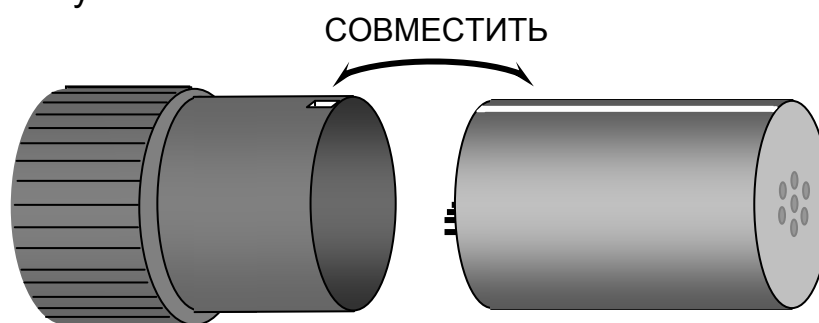

Рис. 6. - Установка датчика
- Установить датчик в контейнер, совместив продольную полосу на боковой стенке датчика с ключевым вырезом на торце контейнера, (см. рис. 6). Правильно установленный датчик должен выступать из стакана не более чем на 5-7 мм. Плотно завинтить крышку.